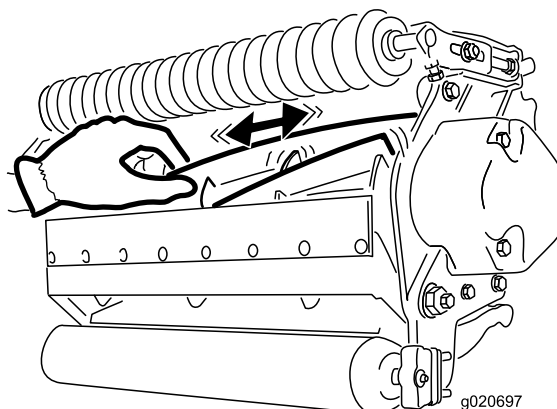

Рисунок 27
2. Используя ветошь или толстую стеганую перчатку, возьмитесь за нож барабана и попробуйте попеременно сдвигать узел барабана из стороны в сторону (Рисунок 27).